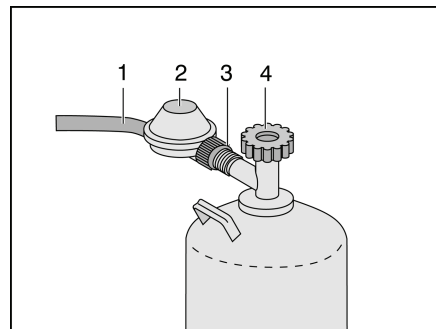

Bild 172 Anschluss Gasflasche
- Haupt-Absperrventil (Bild 172,4) an der Gasflasche schließen. Pfeilrichtung beachten.
- Gasdruckregler (Bild 172,2) festhalten und Rändelmutter (Bild 172,3) öffnen (Linksgewinde).
- Gasdruckregler mit Gasschlauch (Bild 172,1) von der Gasflasche abnehmen.
- Gasdruckregler (Bild 172,2) mit Gasschlauch (Bild 172,1) an die Gasflasche ansetzen und Rändelmutter (Bild 172,3) von Hand fest zudrehen (Linksgewinde).
- Haupt-Absperrentil (Bild 172,4) an der Gasflasche schließen. Pfeilrichtung beachten.